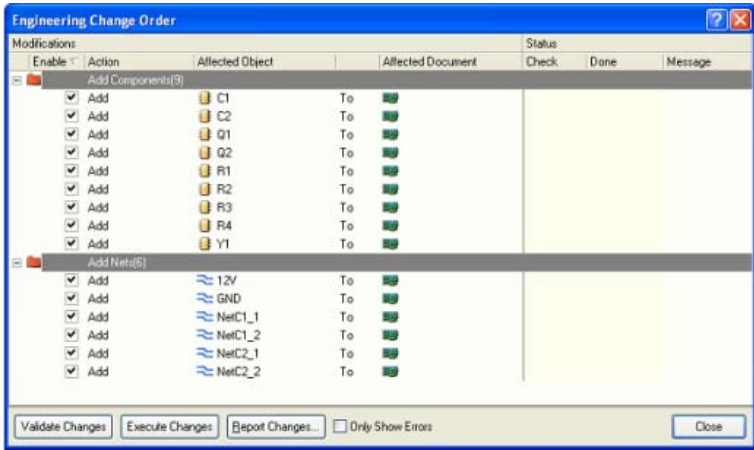

图6-14 信息导入
2. 选择Design>>Update PCB Document（multivibrator.pcbdoc）。该工程被编译并且工程变更命令对话框显示出来，如图6-14所示。